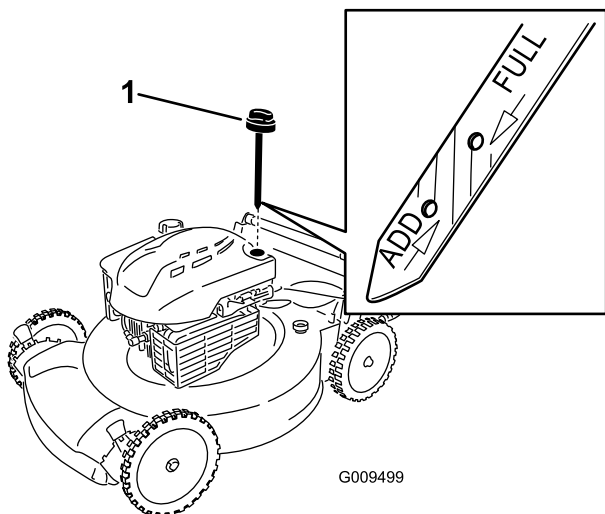

Figure 11
1. Retirez la jauge, essuyez-la sur un chiffon et remettez-la dans le goulot de remplissage (Figure 11).
2. Sortez de nouveau la jauge et contrôlez le niveau d'huile (Figure 11). Si le niveau n'atteint pas le repère **minimum** (Add) de la jauge, versez **lentement** suffisamment d'huile dans le goulot de remplissage pour faire monter le niveau au repère **maximum** (Full). **Ne remplissez pas excessivement.** (Remplissage max. : 0,59 l (20 oz), type : huile détergente SAE 30 de classe de service API SF, SG, SH, SJ, SL ou supérieure.)